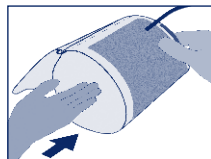

Figura 1
- Infilare il bracciale sul braccio fino a quando il bordo inferiore del bracciale si trova a 2-3 cm al di sopra dell'incavo del braccio (Figura 1, Figura 2).